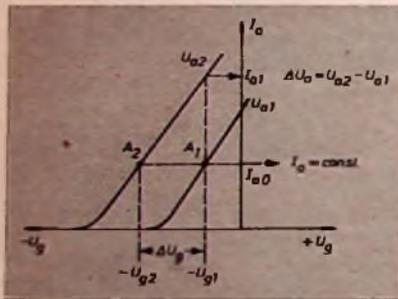

Bild 45. Bestimmung des Durchgriffs
Diese Formel sagt folgendes aus: Ändert man die Anodenspannung einer Röhre um den Betrag  $\Delta U_a$ , so ändert sich der Anodenstrom um einen gewissen Betrag. Ändert man anschließend die Gitterspannung um einen so großen Betrag  $\Delta U_g$ , daß der Anodenstrom wieder den alten Wert erreicht, so läßt sich der Durchgriff  $D$  nach Gl. (23) bestimmen, indem man die beiden Spannungswerte in die Formel einsetzt. Bild 45 zeigt die Bestimmung dieser Größen. Der ursprüng-